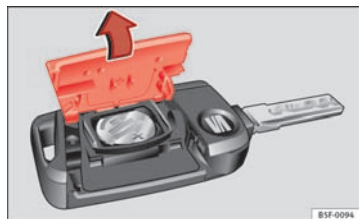

Fig. 46 Bilnøgle: åbning af afdækning til batterirum
- Tag afdækningen på bagsiden af bilnøglen ⇒ Fig. 46 af i pilens retning ⇒ ①.
- Sæt afdækningen på som vist på billedet ⇒ Fig. 46, og tryk den mod pilens retning på bilnøglen, indtil den går i hak.